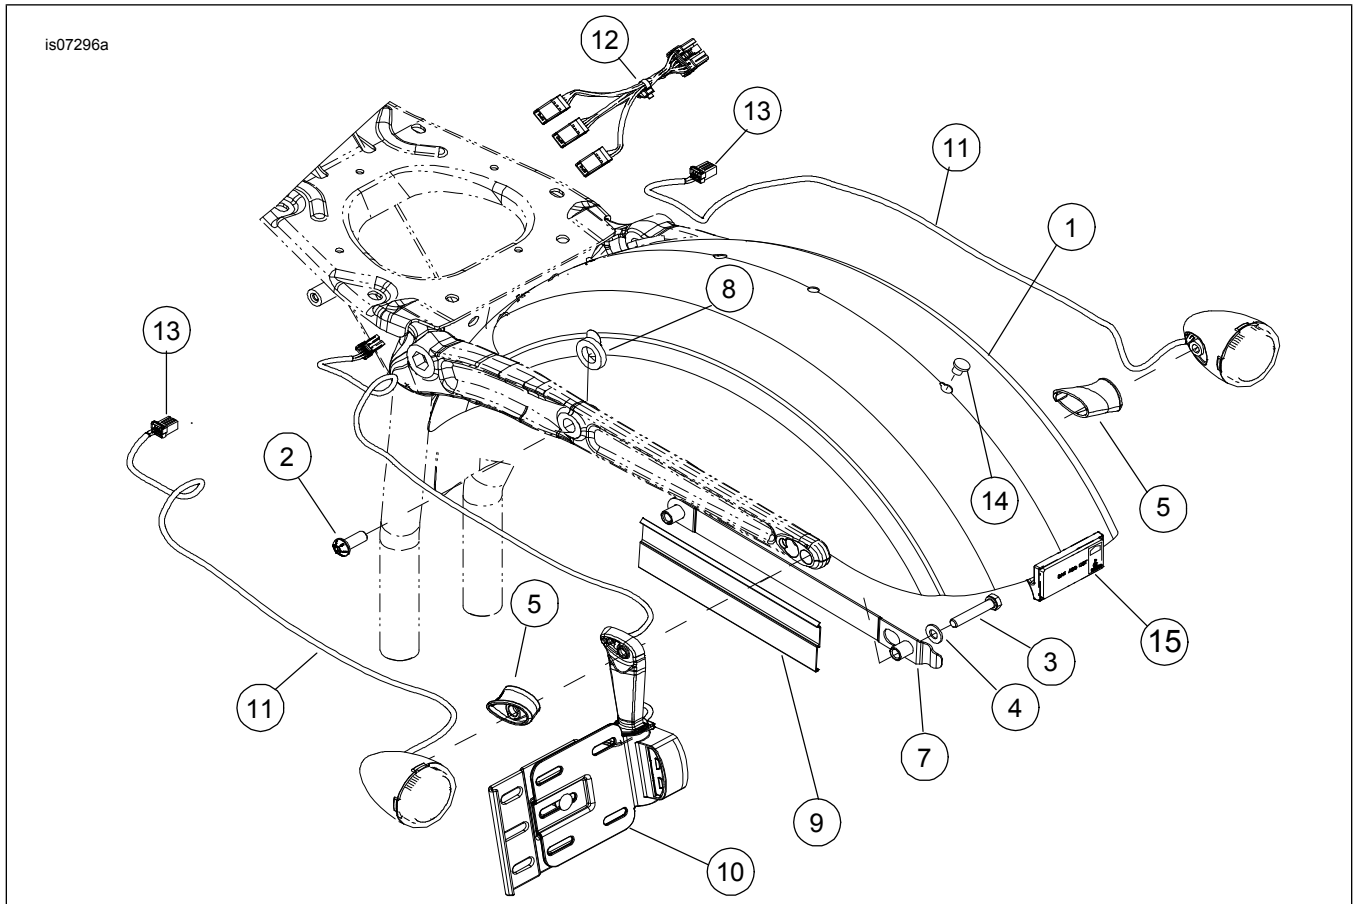

Figure 2. Tanggalin ang Kasalukuyang Side Mount License Plate Assembly
3. Tingnan ang Figure 2 . Idiskonekta ang senyales ng pagliko at wiring ng illuminator ng plaka ng lisensya mula sa harness ng ilaw sa likod (12) na matatagpuan sa ilalim ng upuan.
4. Alisin ang assembly ng senyas ng pagliko sa kaliwang kamay (11)
5. Aisin ang assembly ng plaka ng lisensya na naka-mount sa gilid (10) at itapon.
6. Alisin ang assembly ng senyas ng pagliko sa kanang kamay (11).
7. Alisin ang mga turnilyong pang-mount ng fender (2).
8. Alisin ang mga bracket na pang-mount ng fender (7). Alisin ang mga channel ng plastik na kable (9) at i-save.
9. Alisin ang reflector sa likod (15) mula sa likurang dulo ng fender.
10. Alisin ang plastik na takip (14) mula sa likurang butas sa fender.